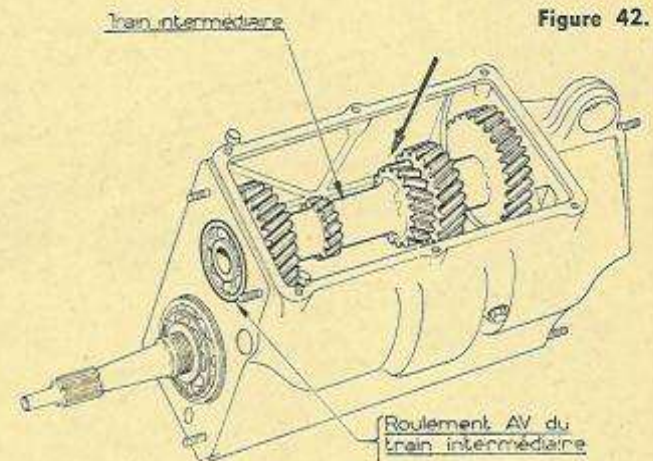

Figure 42.
- Mettre en place le train intermédiaire et son roulement AV (fig. 42).